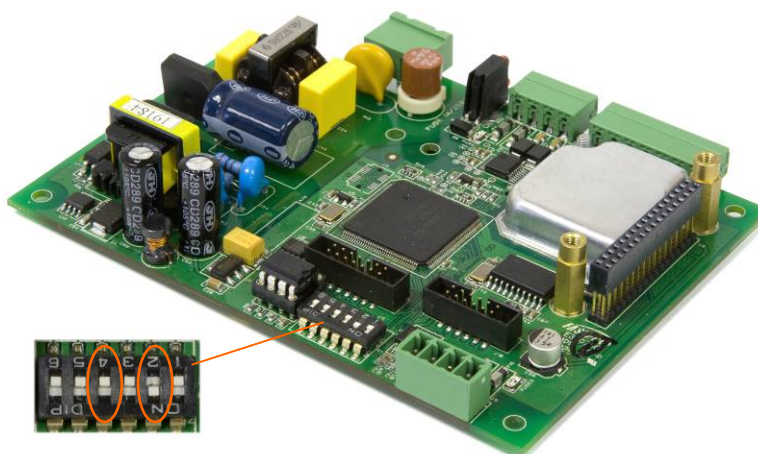

Figura 4-9: Interruttori SW1-1 e SW1-2
2. Commutare l'interruttore SW1-2 in posizione ON (acceso), come mostrato in Figura 4-9.
- La posizione dell'interruttore SW2-4 (mostrata anche nella Figura 4-9) determina se all'esecuzione della reimpostazione generale vengono reimpostati dati dell'EEPROM significativi dal punto di vista metrologico, relativi alla taratura della bilancia. Per la reimpostazione dei dati dell'EEPROM, l'interruttore SW2-4 deve essere commutato in posizione di